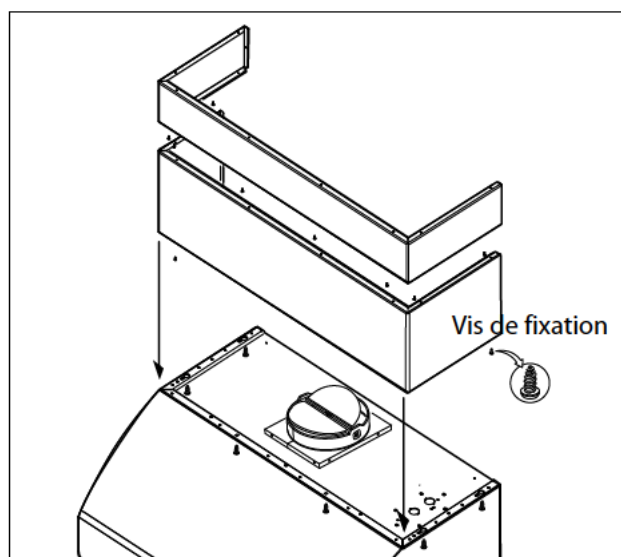

FIG. 7
Utilisez les couvre-conduits en option illustrés à la figure 7 pour remplir l'espace entre la hotte et le plafond dans le cas d'un montage mural. Les couvre-conduits de 6 po et 12 po sont disponibles et peuvent être commandés séparément.
- Fixez le ou les couvre-conduits à la hotte à l'aide de vis à tôle tel qu'indiqué à la figure 7.